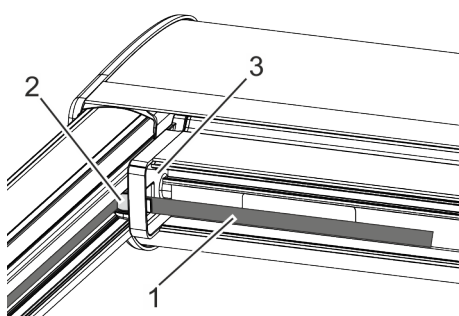

Abb. 30: Fallstangenendkappe
- 10.** ➔ Gegenzugband (Abb. 30/1) um die Umlenkrolle (Abb. 30/2) durch die Fallstangenendkappe (Abb. 30/3) führen.